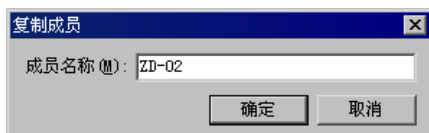

图 9.5.4 “复制成员”对话框
Step6. 复制成员。选中“ZD-01”列标题，然后单击“复制成员”按钮，系统弹出图 9.5.4 所示的“复制成员”对话框。